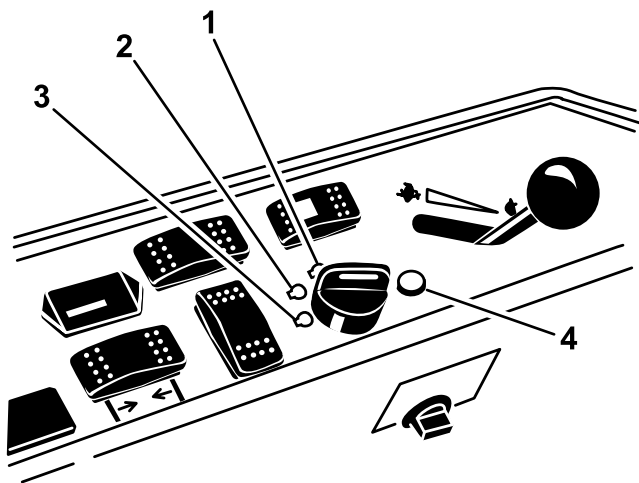

Рисунок 18
6. Поверните ключ по часовой стрелке в положение RUN (РАБОТА) (Рисунок 18).
3. Поверните ключ в положение OFF (Выкл.) (Рисунок 18). Прежде чем покинуть рабочее место, дождитесь остановки всех движущихся частей.